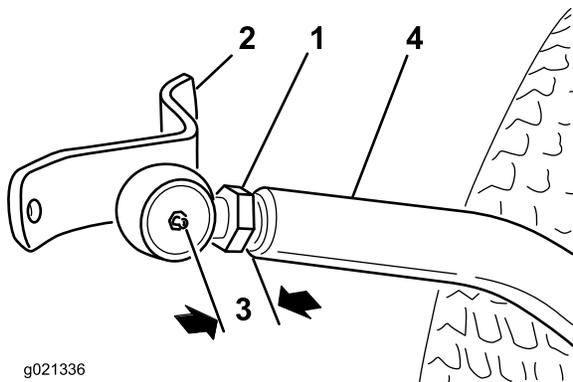

図5
1. 右側ボールジョイントの根本までジャムナットを入れる 図5。